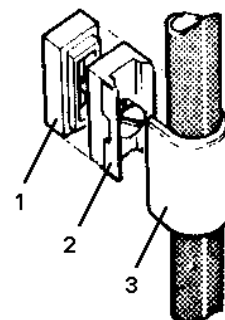

Fig. 11
Monteer de onderste delen (1 en 2) van de buisklem op het kozijn of de wand, zoals aangegeven in fig. 11.
Plaats, om de buis, de kunststof kap (3) op de buisklem. (zie fig. 11)